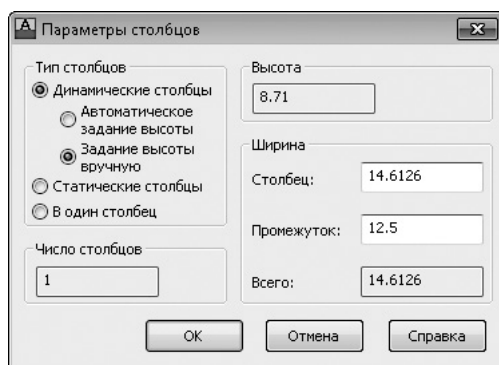

Рис. 4.24. Окно Параметры столбцов
- **Параметры столбцов** — вызывает одноименное диалоговое окно (рис. 4.24). В нем можно задать различные параметры разбиения текста на колонки. В области **Тип столбцов** с помощью переключателя можно выбрать требуемый тип колонок. Поля **Число столбцов** и **Высота** служат для указания количества столбцов и их высоты. В области **Ширина** с помощью полей **Столбец**, **Промежуток** и **Всего** можно установить ширину столбцов, расстояние между ними, а также общую ширину текста. Следует помнить, что при изменении значения одного поля в соответствии с ним автоматически меняются значения в двух других.